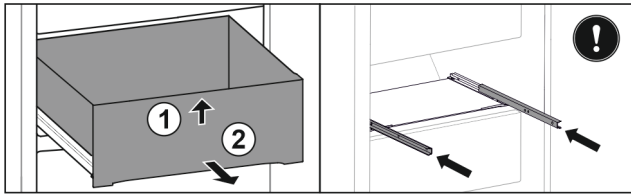

Fig. 53
- ▶ Løft skuffen fremefter. Fig. 53 (1)
- ▶ Tag skuffen ud fremefter. Fig. 53 (2)